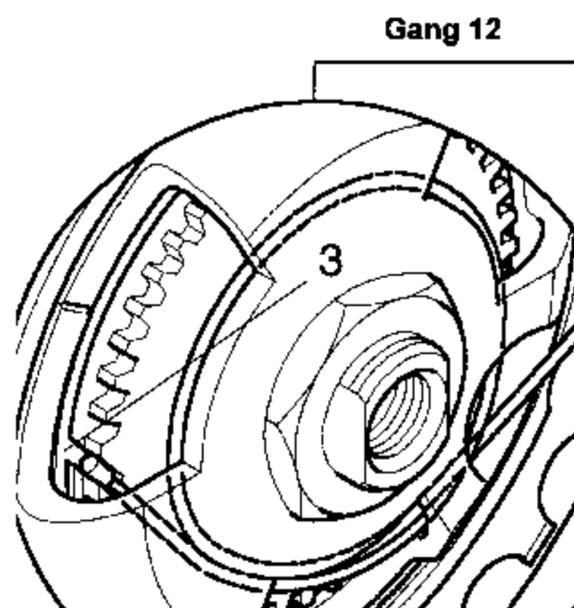

Bild 10
- Neues Zugseil (5, kpl. mit Federhülle) mit dem Seilnippel durch die Öffnung des Deckels (1) fädeln und danach das Zugseil in der Nabe einhängen. **Nachfolgend werden 2 Varianten beschrieben.**
1. Variante: (Bild 10)